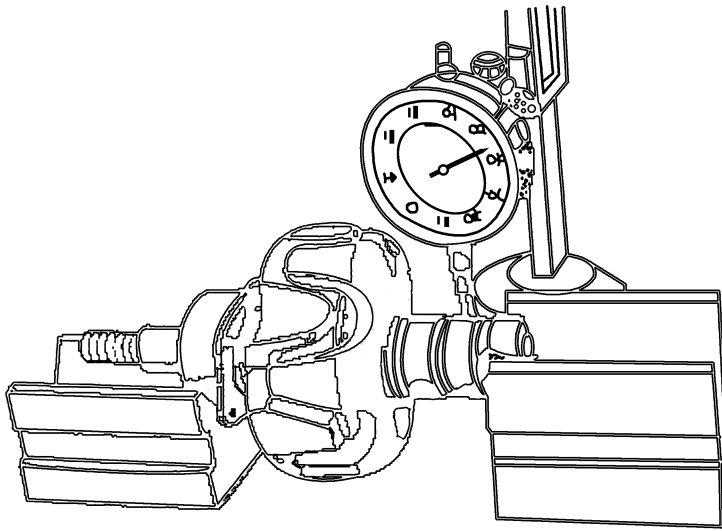

图 2-3 用百分表测量转子轴摆差
(3) 转子轴检修。用百分表测量转子轴摆差,应与规定相符,否则应予以校正,如图 2-3 所示。